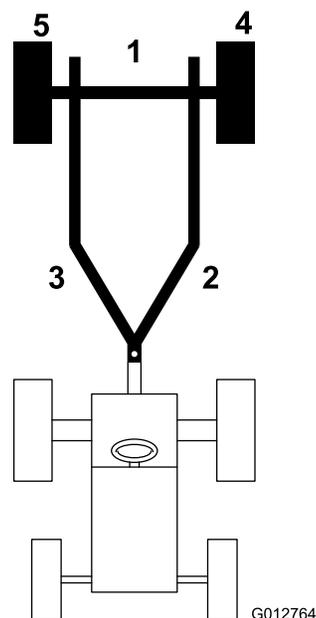

Figure 18
3. Poussez les leviers de commande vers le bas pour abaisser les unités de coupe avec le cadre en mouvement pour éviter de faire patiner les roues motrices du véhicule tracteur et d'endommager l'herbe. Servez-vous du schéma en haut du panneau de commande comme guide pour abaisser les unités de coupe (Figure 18).